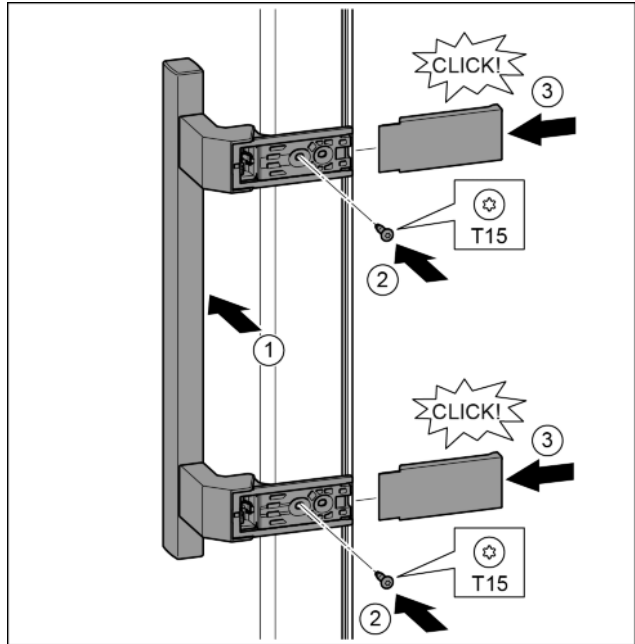

Fig. 20
- ▶ A fogantyút az ellenkező oldalon helyezze fel. Fig. 20 (1)
- ▶ Húzza meg a csavarokat a T15 csavarhúzóval. Fig. 20 (2)
- ▶ A fedelet helyezze fel oldalra és tolja fel. Fig. 20 (3)